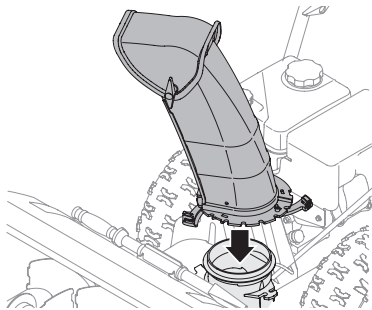

Figura 2-13
- 1. Ubique el conjunto del canal sobre la base. Consulte Figura 2-13.